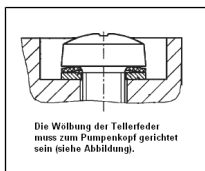

Abb.12: Ausrichtung der Tellerfeder
**i** Zur Anordnung und Ausrichtung von Tellerfedern und Scheibe der Schraube siehe Abb. 12.